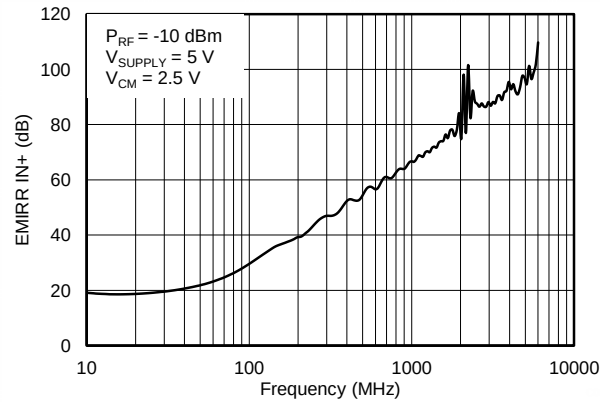

Figure 33. EMIRR IN+ 与频率间的关系
电磁干扰抑制比 (EMIRR) IN+ 与频率间的关系	Figure 33
德州仪器 (TI) 已经开发出在 10MHz 至 6GHz 扩展宽频谱范围内准确测量和量化运算放大器抗扰度的功能。EMI 抑制比 (EMIRR) 度量可实现运算放大器与 EMI 抗扰度的直接比较。Figure 33图示了在 OPA313 系列上进行这个测试所得到的结果。也可在应用报告中找到详细信息，运算放大器的 EMI 抑制比(SBOA128)，可从www.ti.com内下载。